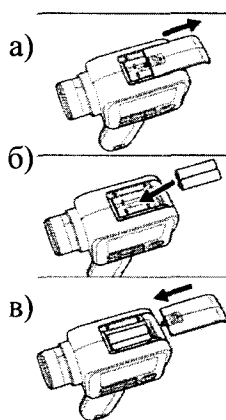

Рисунок 6
7.6.1 Убедиться, что питание приборов отключено (на выключателе знак «O»). Взяться за крышку отсека для батарей прибора там, где на нее нанесен символ «▶», и откройте отсек, потянув крышку на себя в направлении по стрелке (см. рисунок 6, а). Установите две батарейки AA согласно обозначению полюсов внутри отсека (см. рисунок 6, б). Сдвиньте крышку отсека для батарей в направлении по стрелке (см. рисунок 6, в) до щелчка. Теперь отсек для батарей закрыт.